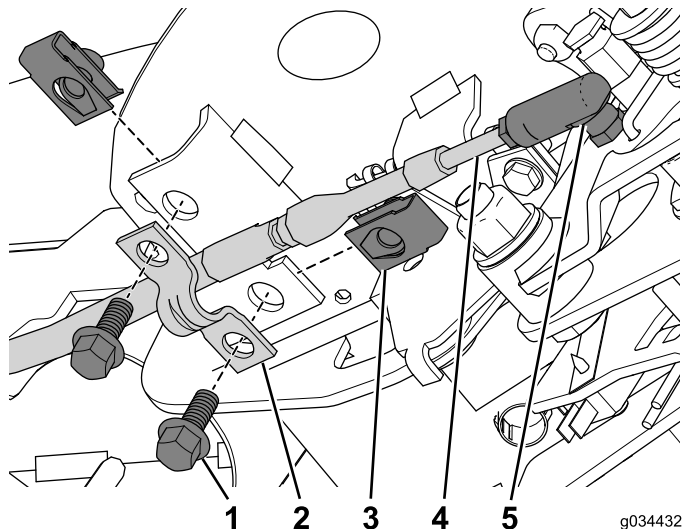

Figure 25
- Reliez le câble de verrouillage du point mort au connecteur (Figure 25).
- Posez l'écrou de retenue sur la console (Figure 25).
- À l'aide des 2 boulons (1/4 x 5/8 po), fixez le câble en place avec le collier sur la console (Figure 25).